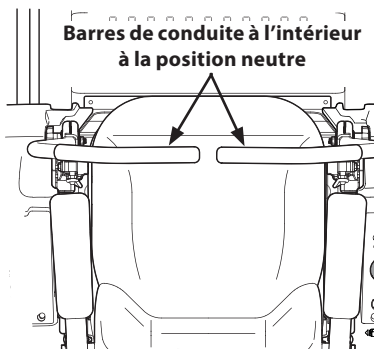

Figure 3-4
3. Poussez les deux barres de conduite vers l'intérieur à la position neutre. Voir Figure 3-4.